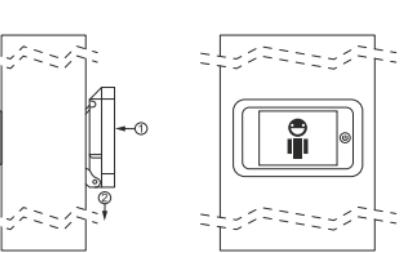

fig. 4/rys. 4/Abb. 4/
11. Закрыть и подвесить монитор на кронштейне (рис. 4).
- Fermer et suspendre le moniteur au support (fig. 4.).
11. Schließen Sie das Monitorgehäuse und hängen Sie den Monitor an die Halterung (Abb. 4).
11. Zamknij i zawieś monitor na wsporniku (rys. 4.).